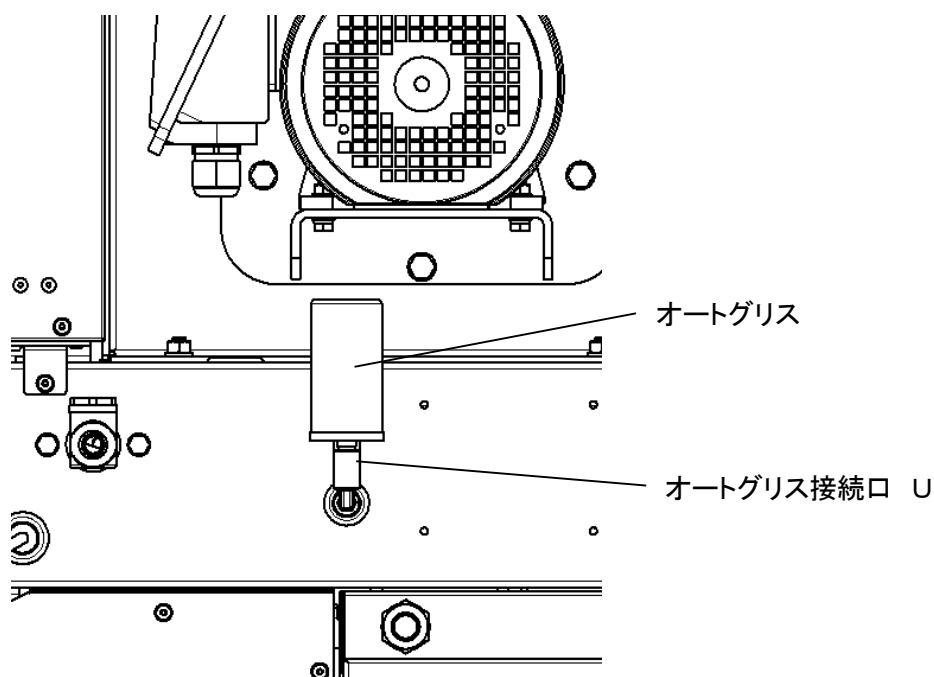

図 5-3
- ・ 付属品のオートグリスをオートグリス取り付け口 U に取り付けます。(図 5-3)